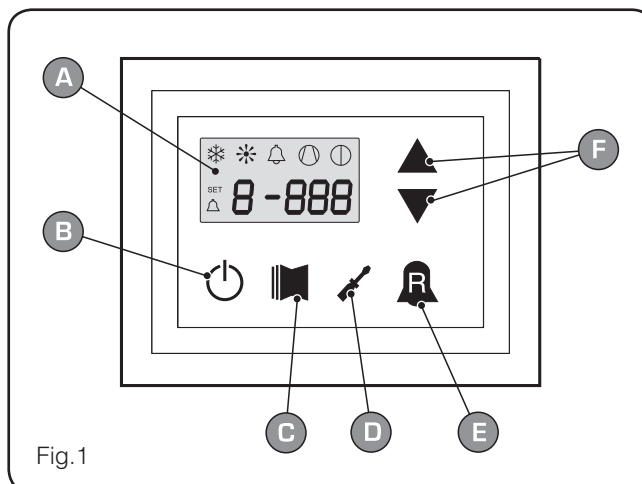

Fig.1
• **Menú LECTURAS (tecla (C) Fig.1)**
• **Menú SET (tecla (D) Fig.1)**
• **Histórico de alarmas (tecla (E) Fig.1)**
Interfaz usuario (Fig.1)